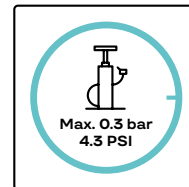

Abb. 5
- Der Schlauch darf vor der beendeten Montage nur mit maximal 0,3 bar/4,3psi Luftdruck befüllt werden (**Abb. 5**).